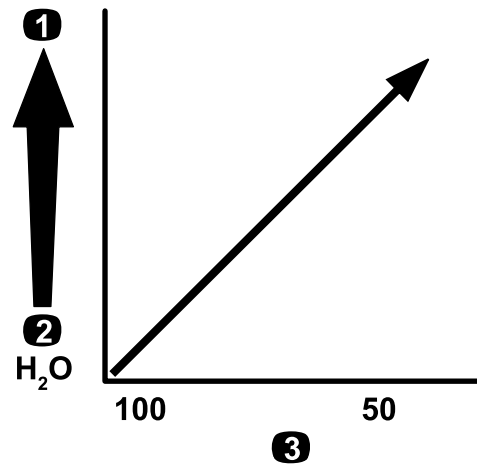

图 81
**重要事项** 当使用更高粘度更稠的化学品或含可湿性粉剂的溶液喷洒时可能需要使用适用于可选喷嘴尖过滤器的更粗网孔请参阅图 81。